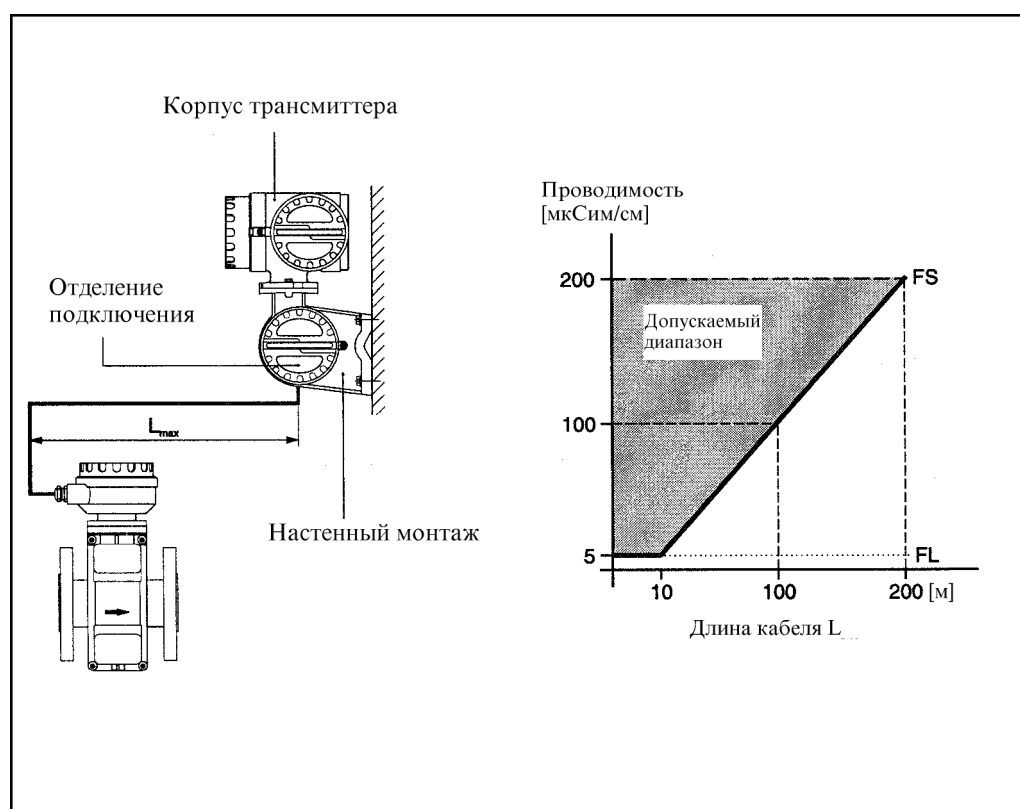

Рис. 24
- Допустимая длина кабеля $L_{\text{макс}}$ между сенсором и транзмиттером для расстояний более 10 м зависит от проводимости среды (Рис. 24).